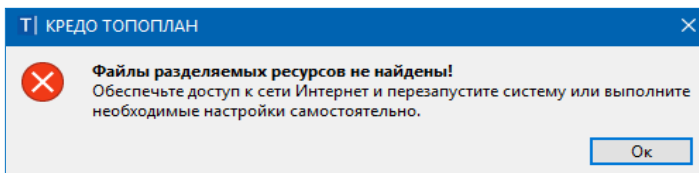

Рис. 2.2
- По умолчанию будут импортированы РР, поставляемые вместе с системой. Они хранятся по месту установки системы в папке **Credo-III\DBData** в виде файла формата DBX. Если по какой-то причине файл с поставочными разделяемыми ресурсами отсутствует, то РР будут скачены с сайта компании. В этом случае для автоматической установки РР необходимо наличие сети Интернет, иначе система выдаст соответствующее предупреждение (рис. 2.2):